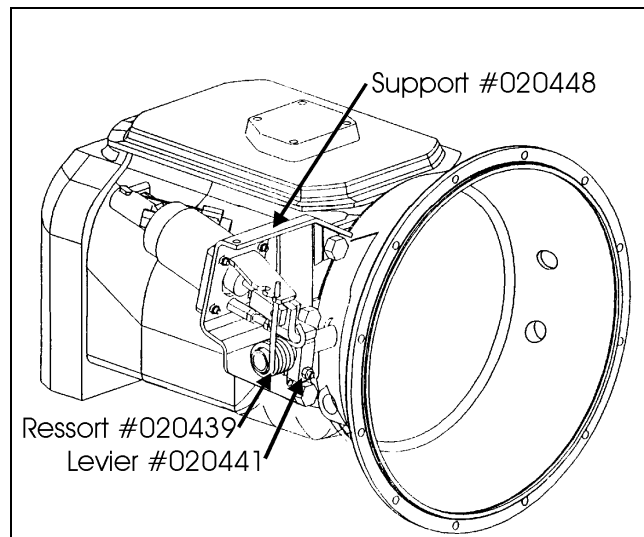

FIGURE 1: TRANSMISSION 6 VITESSES
1. Localiser le système de ressort situé sur la transmission à proximité de l'embrayage (voir figure 1 ou 2).
4. Installer le nouveau ressort tel qu'indiqué (voir figure 1 ou 2).